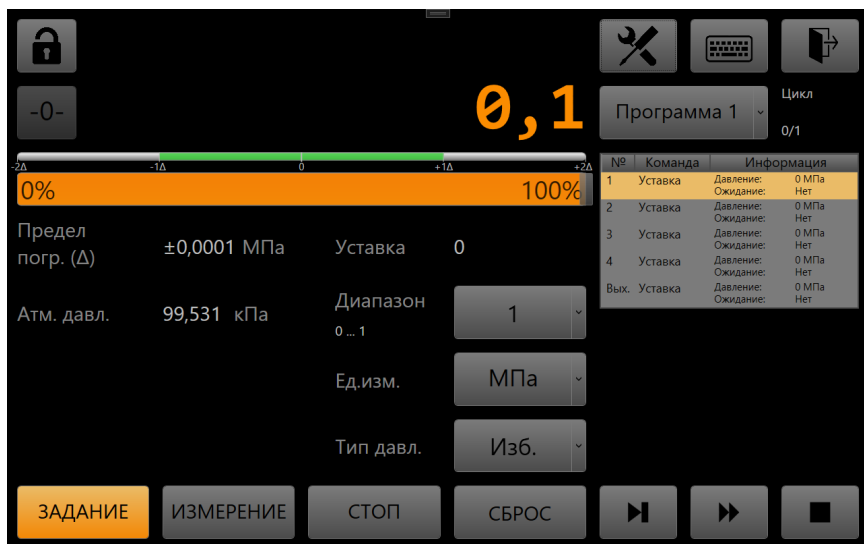

Рис. 9. Задание давления по программе
7.5.3.1 При выборе типа ввода Программа экран принимает следующий вид (Рис. 9).